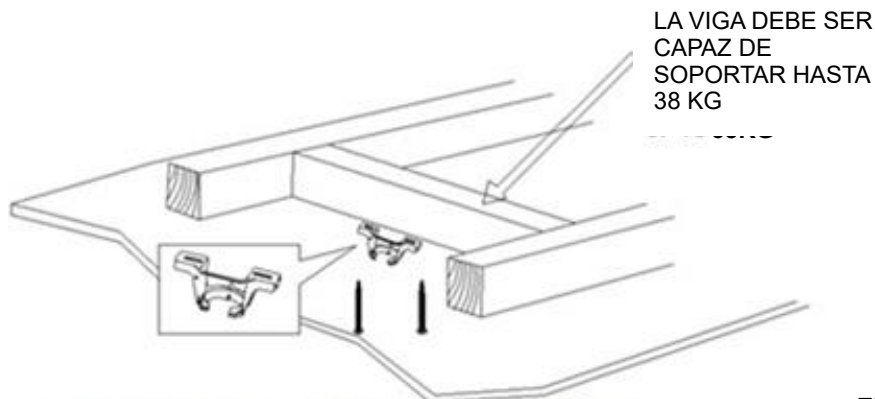

Fig. 2
- Con los dos tornillos largos suministrados, instale el soporte de colgar sobre una viga o una estructura del techo capaz de soportar al menos 38 kg. Asegúrese de enroscar los tornillos 30 mm como mínimo en el punto de instalación. (Fig. 2)